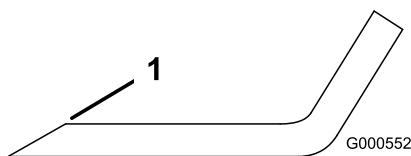

図 77
1. ブレードは、左右の刃先をやすりで磨く(図 77)。
注 もし傾くようなら、重い方の裏面を少し削って調整する 図 77。